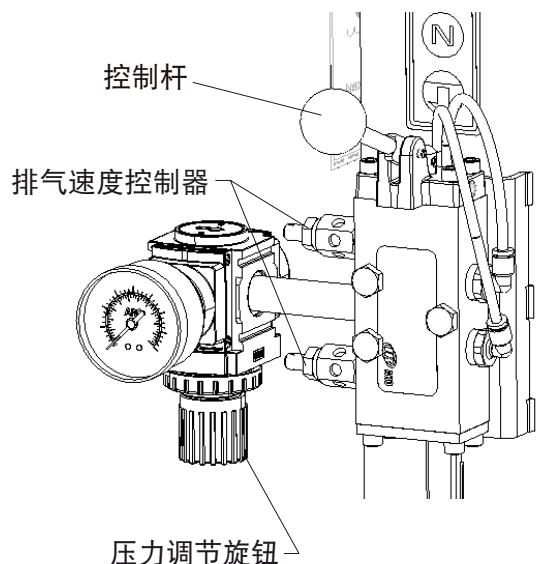

图 7
- 如果没有使用气动辅助装置 (请参见图 7), 则拆除压油盘板孔塞, 防止升起随动板时形成真空。